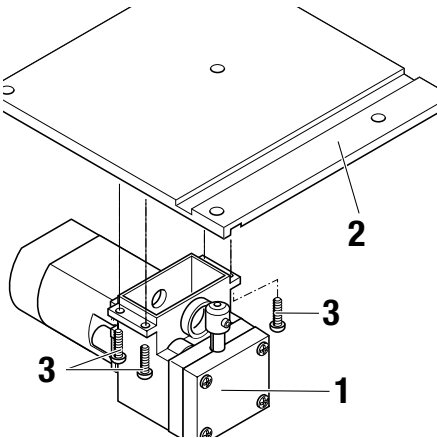

Fig. 9
5. Вывернуть винты 3 (рис. 9) и снять рабочую плиту 2 с редуктора 1.